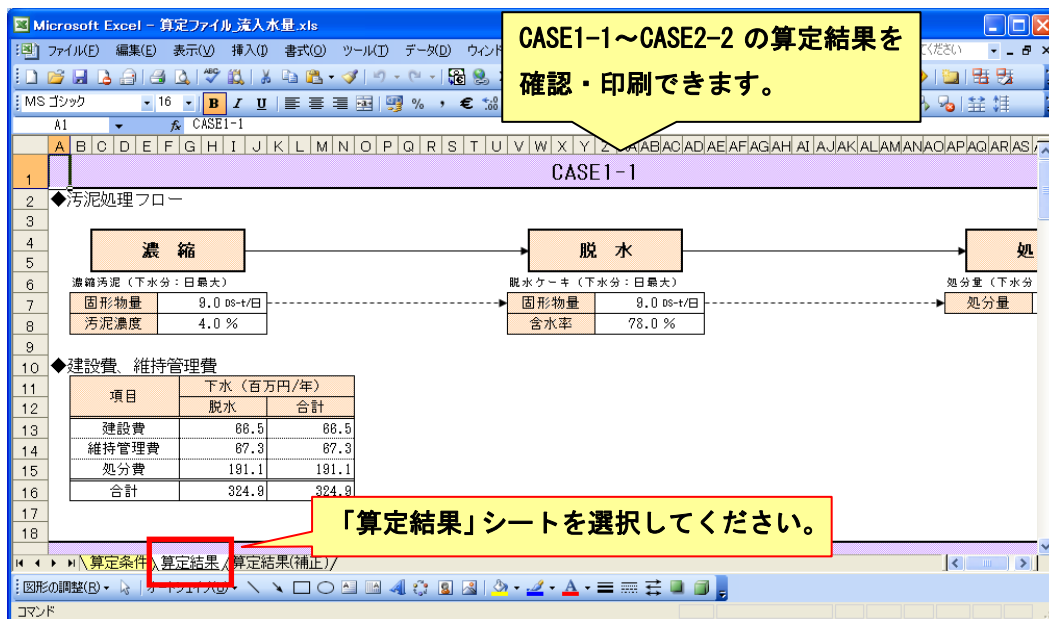

図 6： 算定ファイル（算定結果シート）の利用方法
- ◆ 算定ファイルの「算定結果」シートを選択します（図 6）。